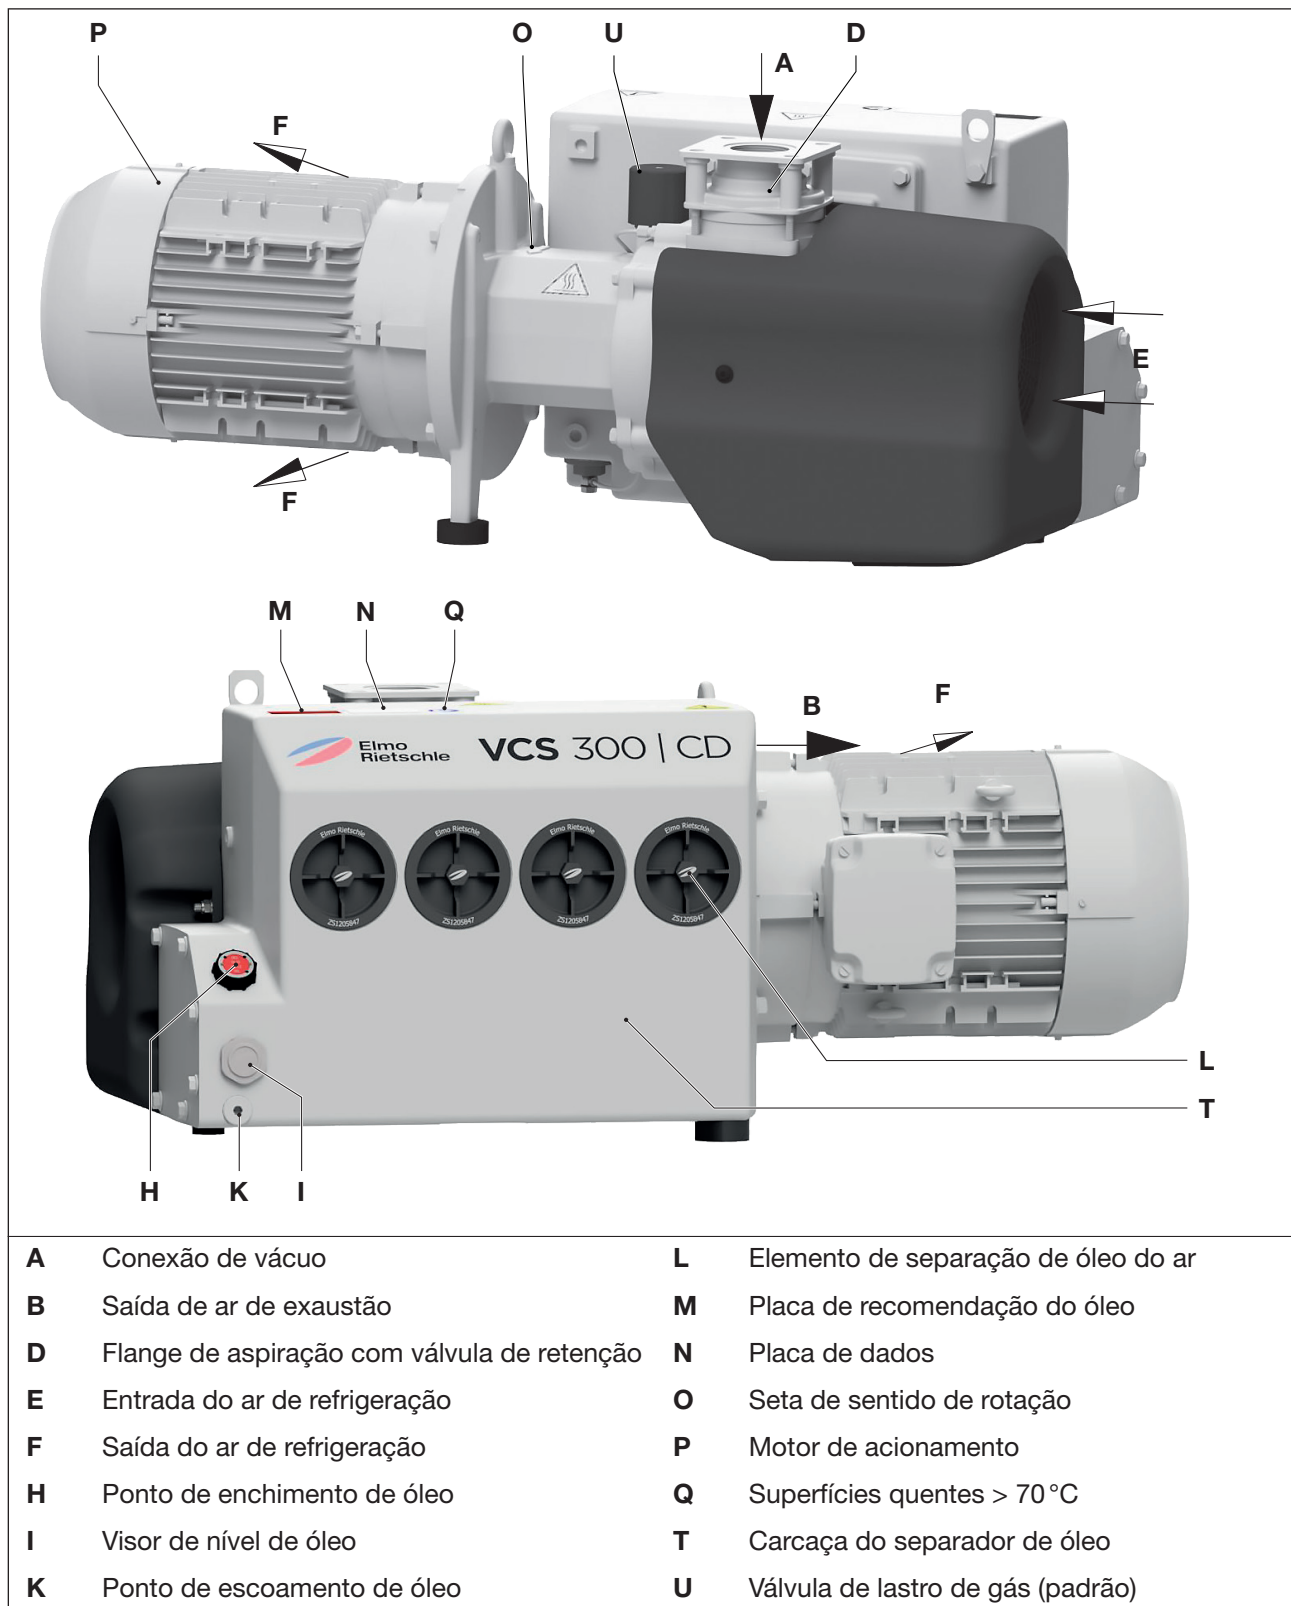

Fig. 2 Bomba de vácuo V-VCS 200 / 300
Uma válvula de lastro de gás de série (Fig. 2/U) evita a condensação de pequenas quantidades de vapor d'água dentro da bomba quando a bomba está em temperatura operacional. A tolerância ao vapor d'água pode variar dependendo do modelo da bomba (veja a informação I 200).
- O flange de aspiração (Fig. 2/D), o ponto de enchimento de óleo (Fig. 2/H), o visor de nível de óleo (Fig. 2/I), o ponto de escoamento de óleo (Fig. 2/K), o lastro de gás (Fig. 2/U) e a carcaça do separador de óleo (Fig. 2/T) devem ser de fácil acesso.
A conexão de vácuo (Fig. 2/A) encontra-se no flange de aspiração (Fig. 2/D).
- Remover o bujão cego da conexão de aspiração (Fig. 2/A) e da saída de ar de exaustão (Fig. 2/B).
- Conectar a tubulação na conexão de vácuo (Fig. 2/A).
- O ar aspirado pode ser expelido através da saída de ar de exaustão (Fig. 2/B) ou afastado por meio da mangueira ou tubulação.